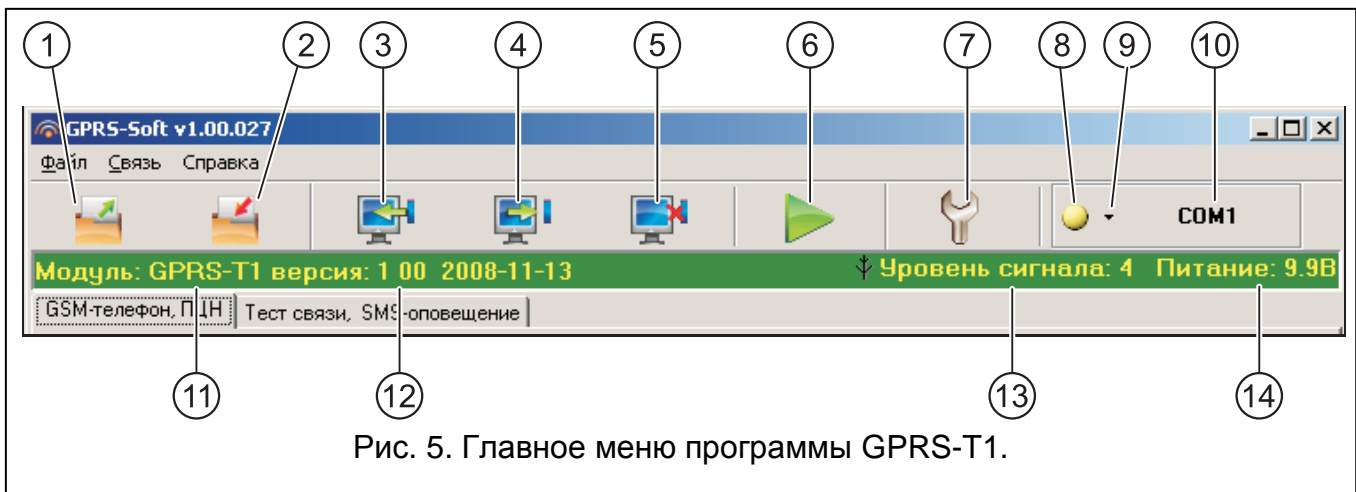

Рис. 5. Главное меню программы GPRS-T1.
COM-порт компьютера должен быть подключен к порту RS-232 (TTL) на плате электроники конвертера. Кабели для подключения продаются в комплекте, артикул в прайс-листе DB9FC/RJ-KPL. В программе GPRS-SOFT следует указать номер COM-порта компьютера, предназначенного для связи с конвертером. С этой целью следует кликнуть указателем мыши по кнопке „Настройка” (см.: рис. 5 и пояснения к-рисунку) и в окне, которое отобразится, выбрать один из доступных портов COM-компьютера. Программа соединяется с конвертером после включения выбранного COM-порта.
2. Кликнуть указателем мыши по кнопке „Настройка” (см.: рис. 5, пояснения к рисунку). В открывшемся окне, впишите номер TCP-порта, выбранного для связи с конвертером. Этот номер будет находиться в SMS-сообщении, отправленном на номер GSM-телефона конвертера, с целью установления связи.
3. Кликните указателем мыши по кнопке  (см. рис. 5). В открывшемся меню выберите вкладку „TCP/IP”. Сервер будет активирован.